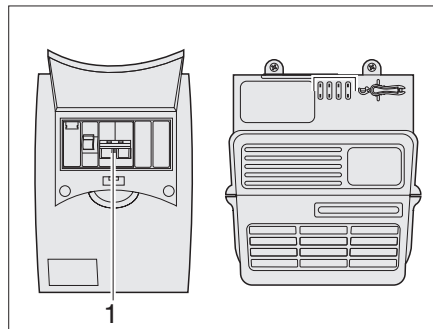

Fig. 93 Interruptor de corriente de defecto
Un interruptor de corriente de defecto (Fig. 93,1) asegura la red de a bordo de 230 V.
- Conectar y desconectar el interruptor de protección de línea de 230 V (ver Fig. 93) y el interruptor principal de la batería (ver Fig. 86) brevemente, para interrumpir el flujo de corriente.